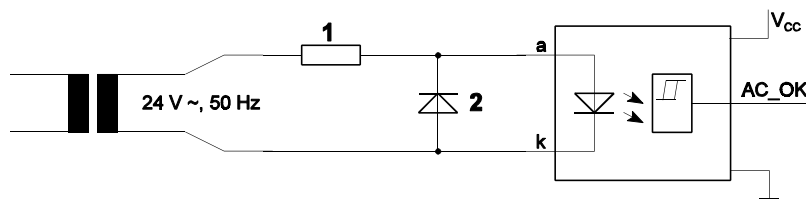

Abb. M5
9. Wichtig: LEDs vertragen keine 24 V Sperrspannung. Lösung: eine gewöhnliche Si-Diode antiparallel schalten (Abb. M5).